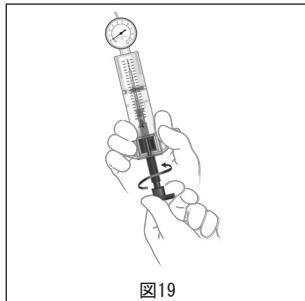

図19
- ・押し子を回し微調整を行いながら、デリバリーシステム本体に記載がある通り推奨する表2の拡張圧まで圧をかけ、推奨する拡張圧を10秒間維持します（図19）。